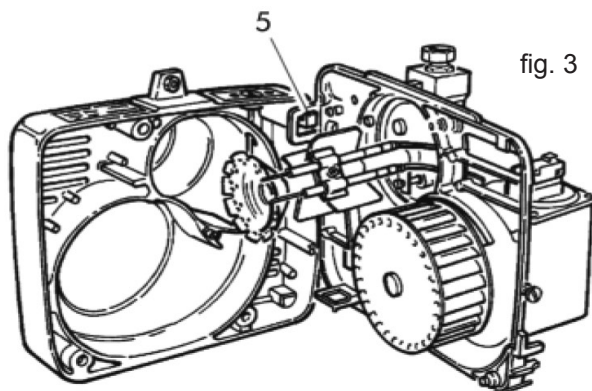

fig. 3
- Agganciare la piastra portacomponenti nella posizione di servizio 5 ed eseguire la manutenzione alla testa di combustione (fig.3).